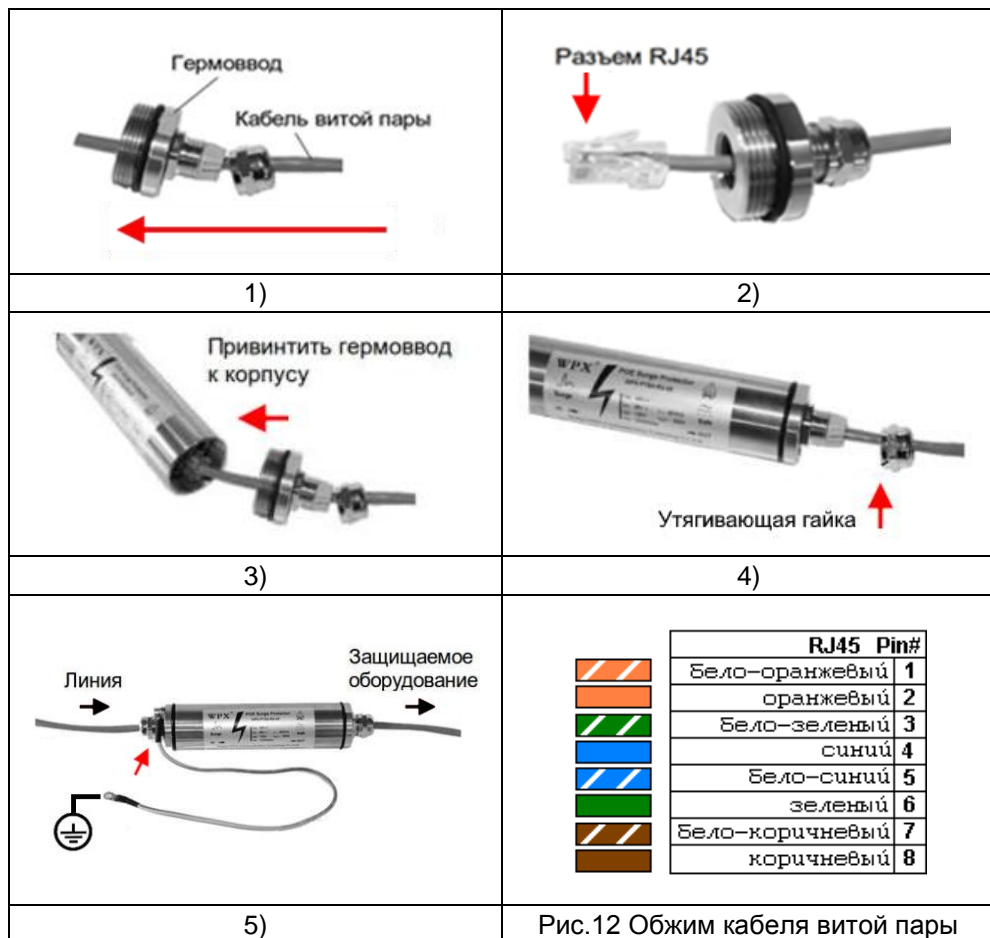

Рис.12 Обжим кабеля витой пары
- 2) Обожмите кабель штекером RJ-45 согласно схеме на Рис.12;